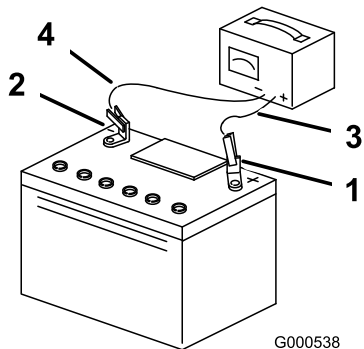

Figura 38
- Cuando la batería esté completamente cargada, desconecte el cargador de la toma de electricidad, luego desconecte los cables del cargador de los bornes de la batería (Figura 38).